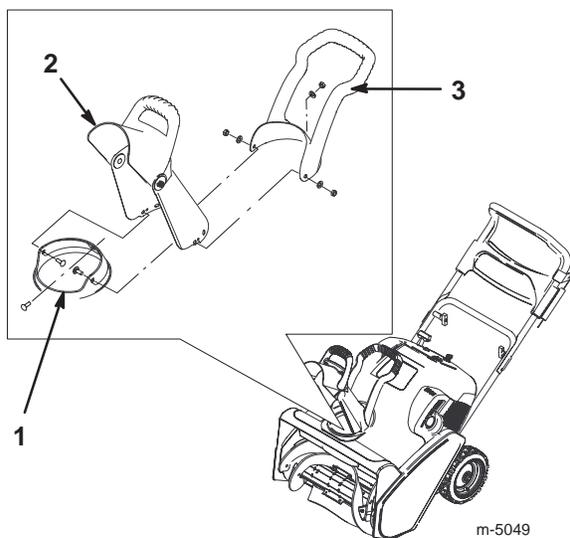

Figure 5
1. Placez l'éjecteur sur la couronne. Alignez les trous arrière de l'éjecteur et le trou au centre de la couronne (Fig. 5).
2. Introduisez une vis dans le trou central à l'intérieur de la couronne de l'éjecteur jusqu'à ce qu'elle traverse juste le trou de l'éjecteur (Fig. 5).
3. Insérez la poignée sur l'éjecteur, placez le trou central en face de la vis, puis insérez entièrement la vis dans le trou central (Fig. 5).